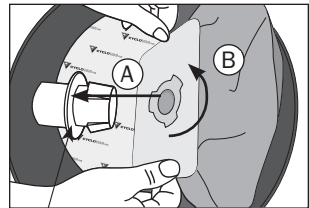

Abbildung 18
4. Achten Sie darauf, dass der Beutel fehlerfrei ist und stecken Sie diesen bis zum Anschlag auf den Aufnahmering (**Abbildung 18 - A**).
Drehen Sie den Beutel ca. 20° (**Abbildung 18 - B**); **die Einschnitte des Beutels sollten mit dem Spitzen des Adapters nicht mehr zusammenpassen.**